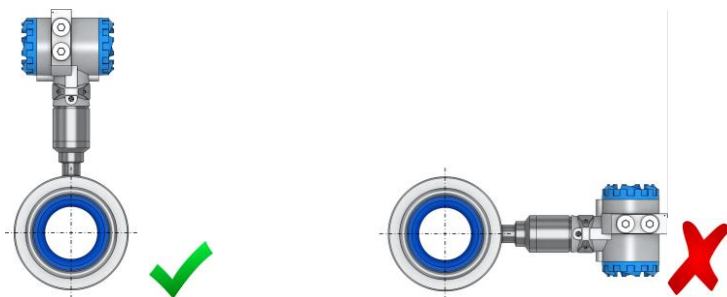

Рисунок 3.6 - Монтаж расходомера в горизонтальном трубопроводе
3.1.4.7 Монтаж ППР в горизонтальный трубопровод выполняется перпендикулярно продольной оси трубопровода. Расходомер должен быть расположен вертикально1 (рисунок 3.6).